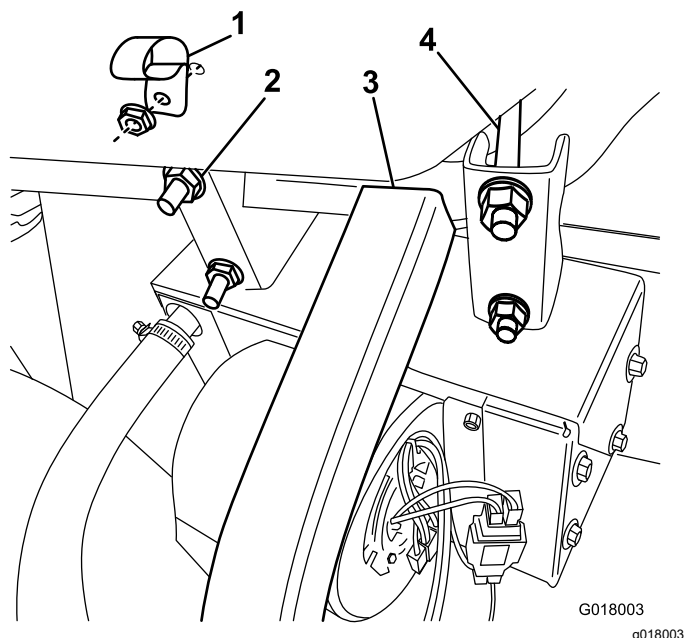

Figura 23
- Per macchine del 2015 e precedenti** – Fissate il riscaldatore e il gruppo staffa sul tubo della struttura anteriore posizionandolo a contatto con la struttura a U, utilizzando i bulloni a U e i dadi flangiati in dotazione (Figura 23).
5. Fissate il serratubi a R al vano portaoggetti con un bullone a testa flangiata e un dado (Figura 23).